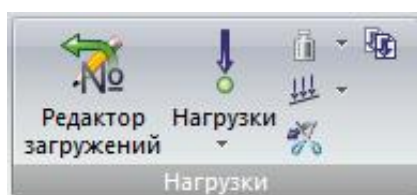

Рис. 17. Панель **Нагрузки**
- **Нагрузки** (рис.17) – операции по формированию загружений и назначению нагрузок на узлы и элементы схемы